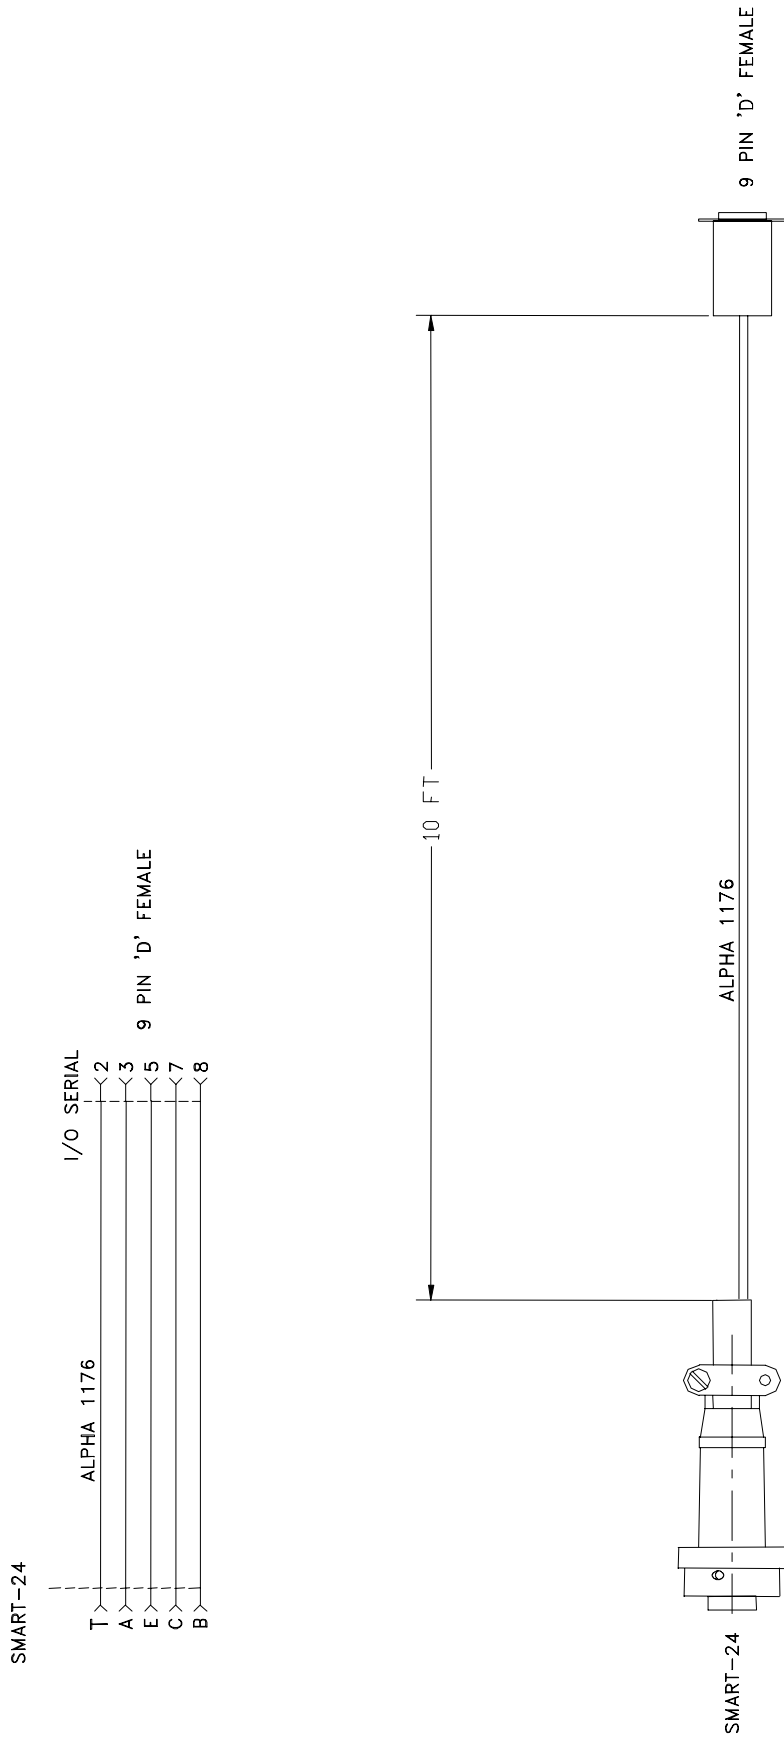

图 A-3. SMART-24 输入/输出电缆，串口到 9 针电脑串口
- 图 A-3. SMART-24 输入/输出电缆，串口到 9 针电脑串口